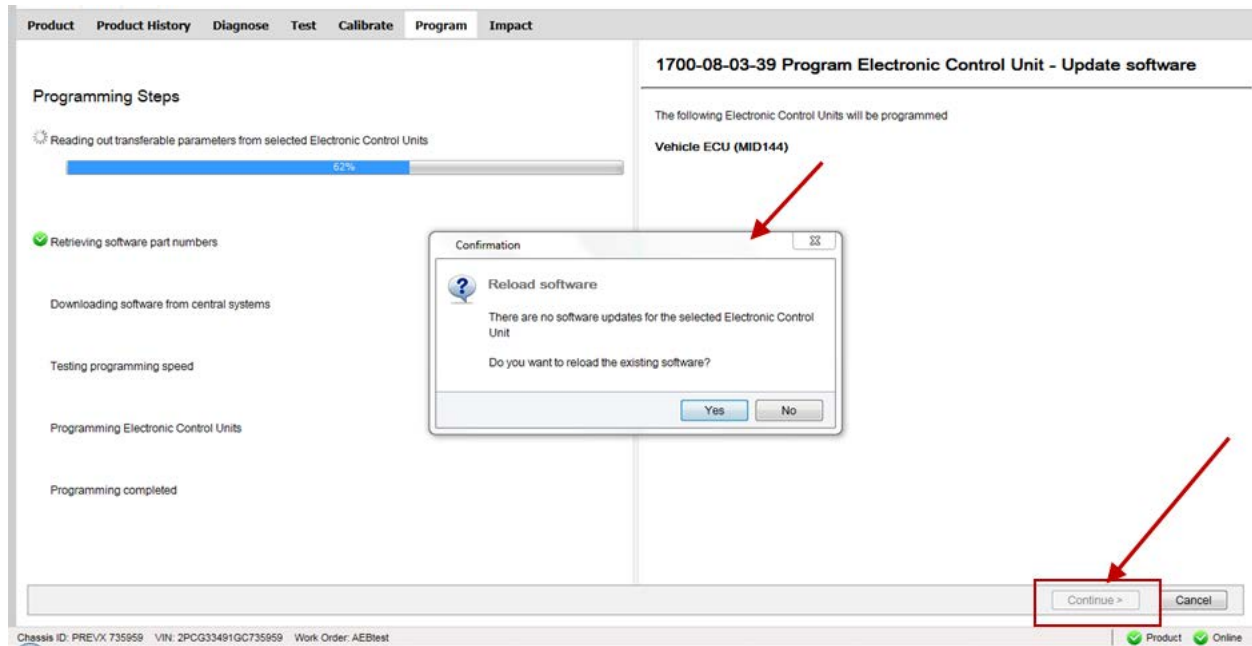

FIGURE 6
- Si la version du programme présent dans le VECU n'est pas à jour, le message suivant s'affiche. Dans ce cas, sélectionnez YES (FIGURE 6). Cliquez sur CONTINUE (continuer) et suivre les instructions (FIGURE 6).